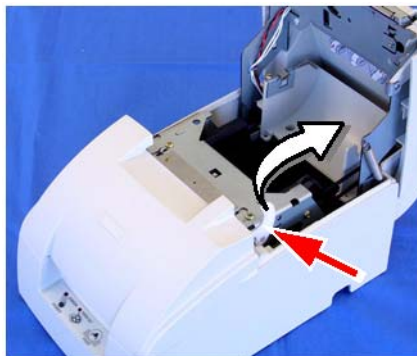

Ilustración 5-3 – Abriendo la unidad (sólo para Tipo A).
2. **Si tiene una impresora Tipo A:** saque el recogedor de papel y abra la unidad usando la palanca de apertura, tal como se muestra en la ilustración 5-3.